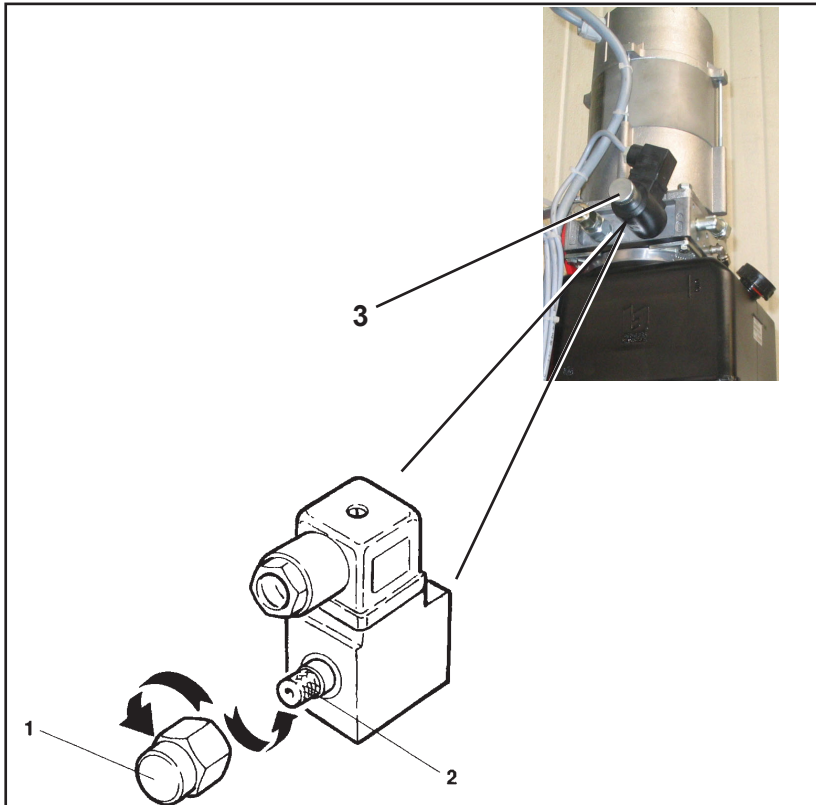

Fig. 24
- aprire la valvola di discesa manuale (3 Fig.24) svitando prima il tappo di protezione (1) poi ruotare il dispositivo (2).
- Remove the protection cap (1), turn the device (2) and open the valve (3 Fig.24) for lift manual lowering.
- Das Ventil für den manuell gesteuerten Senkvorgang (3 Abb.24) öffnen, indem zuerst der Schutzverschluss (1) abgeschraubt wird und dann die Vorrichtung (2) drehen.
- ouvrir la soupape de descente manuelle (3 Fig.24) en dévissant tout d'abord le bouchon de protection (1) puis tourner le dispositif (2).
- abrir la válvula de descenso manual (3 Fig.24) destornillando antes el tapón de seguridad (1) y luego girar el dispositivo (2).